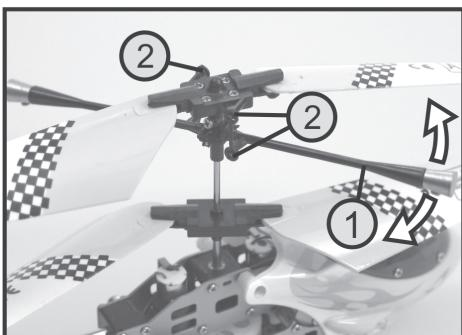

Figure 7
Bougez à la main la tige de masselotte d'un côté de bas en haut (voir la flèche sur la figure 7) et vérifiez que les articulations à rotule (2) rapportées bougent facilement.